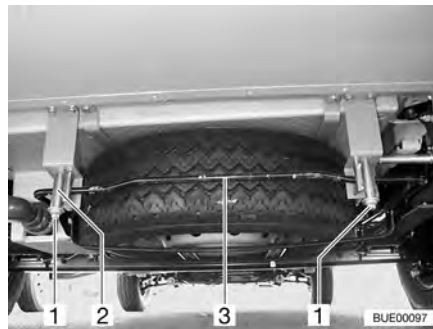

Fig. 264 Supporto per la ruota di scorta (cestino di alloggiamento)
- Allentare i dadi (Fig. 264,1) sul gancio destro e sinistro (Fig. 264,2) del supporto per la ruota di scorta.
- Premer leggermente la staffa (Fig. 264,3) verso l'alto. Contemporaneamente spingere il gancio verso il basso e sganciare la staffa.